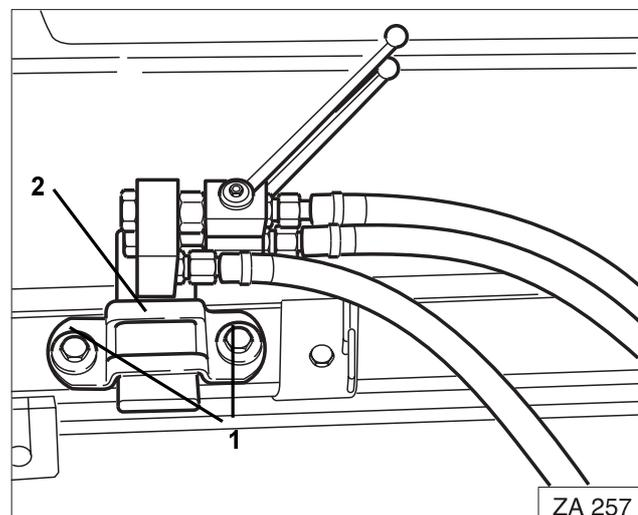

Fig. 61
- An geeigneter Stelle zwei Löcher \varnothing 12 mm für die Befestigungsschrauben (Fig. 61/1) bohren.
- Halter (Fig. 61/2) mit den Befestigungsschrauben (Fig. 61/1) montieren.